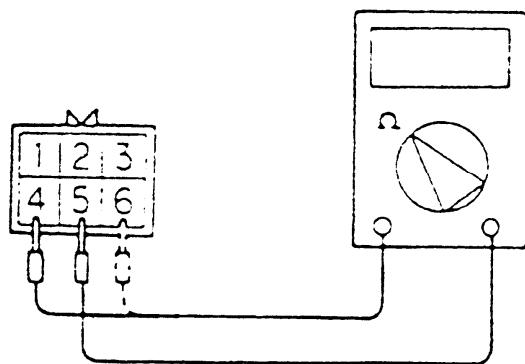

图 3-60 检查怠速控制伺服线圈电阻 (2)
③如图 3-60 所示, 测量怠速控制伺服 (ISC) 侧接头之 5 号端子 (专用工具的绿色夹子) 与 6 号端子 (专用工具的黄色夹子) 之间的电阻, 或 5 号端子与 4 号端子 (专用工具的黑色夹子) 之间的电阻值。该电阻值标准值为 $28\sim33\Omega$ (20°C 时)。